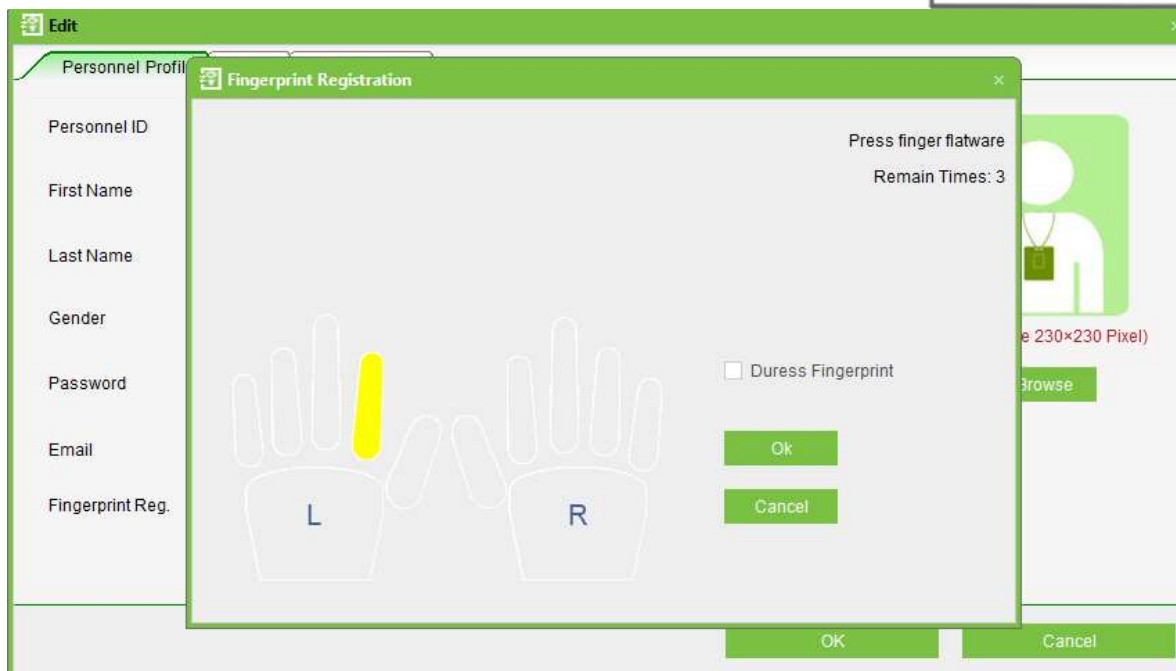

Figura 23 – Selecção dedo do utilizador
- 1- Ao seleccionar o dedo no software (**Figura 23**) o aparelho irá dar instruções para adicionar as impressões digitais correctamente;